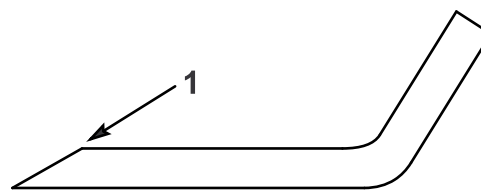

Figura 36
1. Utilice una lima para afilar el filo de corte en ambos extremos de cada cuchilla (Figura 36). Mantenga el ángulo original. La cuchilla permanece equilibrada si se retira la misma cantidad de material de ambos filos de corte.